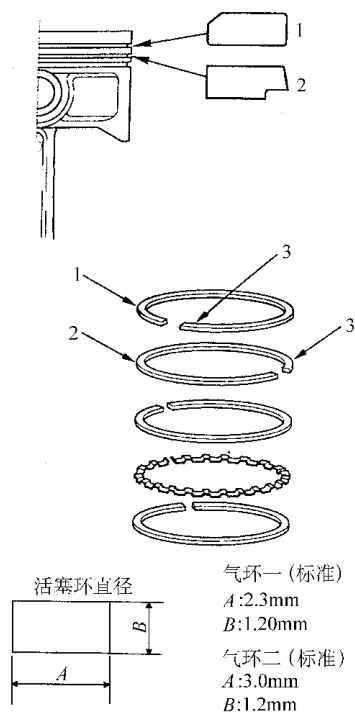

图 2-46 安装活塞环
- 5) 如图 2-46 所示安装气环一和气环二。气环一有一个 R1 或 Z1R 标记，气环二有一个 R 或 SR 标记。制造标记必须面朝上。